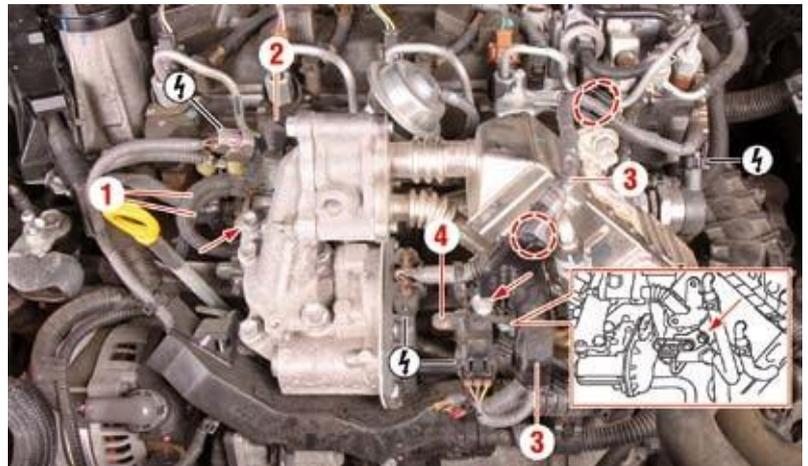

Fig. 30
- **Scollegare i manicotti (1) (Fig. 30).**
- **Staccare l'elettrovalvola (2).**
- **Spostare i fasci cavi (3).**
- **Staccare il sensore di pressione aria sovralimentata (4).**